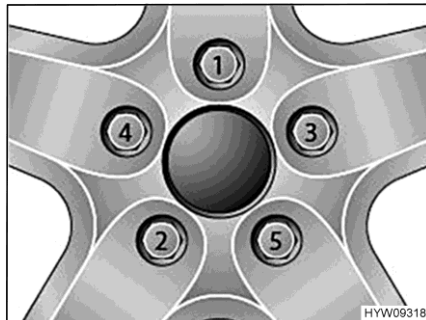

Fig. 205 Serraggio a croce di dadi delle ruote e bulloni delle ruote
- Serrare i dadi delle ruote o i bulloni delle ruote nell'ordine riportato in Fig. 205. A tale scopo, utilizzare una chiave dinamometrica e rispettare la coppia di serraggio indicata (vedi paragrafo 13.5.2).
- Controllare regolarmente il serraggio dei dadi o dei bulloni. Regolare il serraggio dei dadi delle ruote o dei bulloni delle ruote di una ruota sostituita dopo circa 50 km. A tale scopo, procedere seguendo l'ordine indicato in Fig. 205.
- Se si utilizzano cerchioni nuovi o riverniciati, regolare il serraggio dei bulloni o dei dadi dopo altri 1000 - 5000 km. A tale scopo, procedere seguendo l'ordine indicato in Fig. 205.
- ▷ Serrare a croce i dadi o i bulloni delle ruote (Fig. 205).